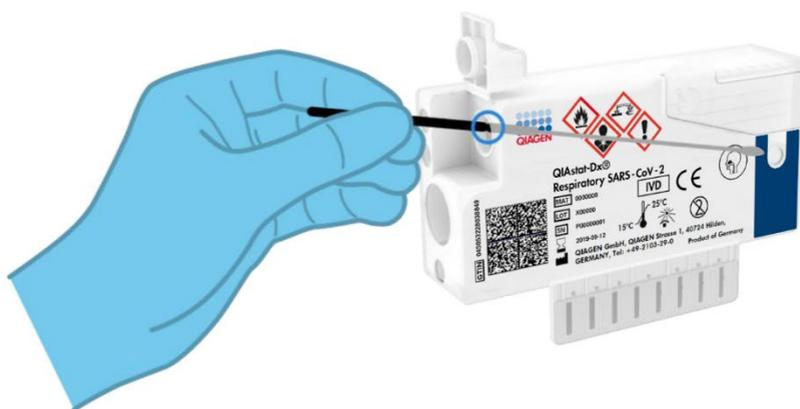

Figure 2. Chargement d'un échantillon sur écouvillon sec dans le port d'introduction des écouvillons.
**Option 1** : insertion de l'écouvillon dans le port d'introduction des écouvillons en cas d'échantillon sur écouvillon sec (figure 2).